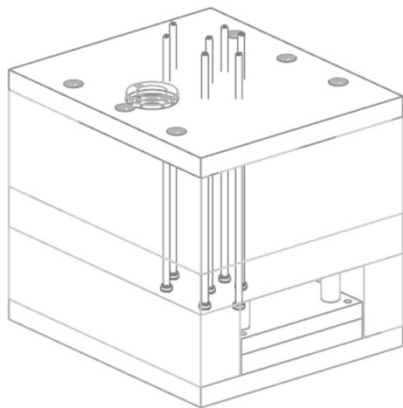

图 16-17 加载顶针
(2) 单击“应用”按钮，在【点】对话框中输入(15, 40, 0)、(-15, 40, 0)、(-60, 0, 0)、(0, 5, 0)、(60, 0, 0)、(35, -30, 0)、(-35, -30, 0)，创建 7 条顶针，如图 16-17 所示。